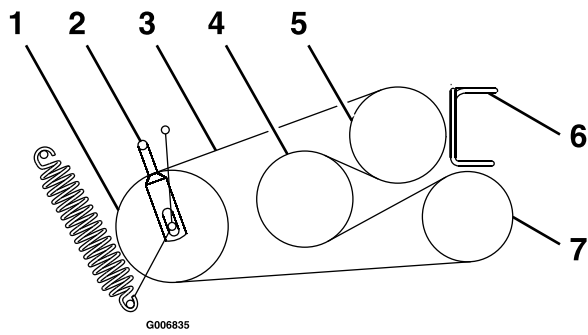

Figura 57
6. Afloje las guías de las correas **A** y **B** (Figura 57).
8. Enrute las correas nuevas alrededor de las poleas, tal y como se muestra en la Figura 57.